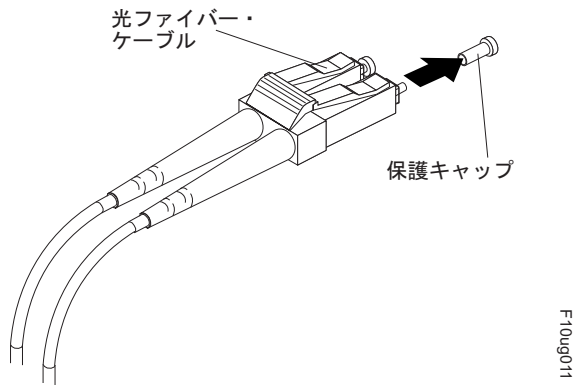

図 27. 光ファイバー・ケーブルの保護キャップの取り外し
2. 必要があれば、68 ページの図 27 に示されているように、SFP または SFP+ モジュールから保護キャップを取り外します。将来の利用に備えて、保護キャップを保存しておきます。
3. 68 ページの図 27 に示すように、LC-LC ケーブルの一方の端から保護キャップ 2 個を取り外します。将来の利用のために、保護キャップを保存しておきます。